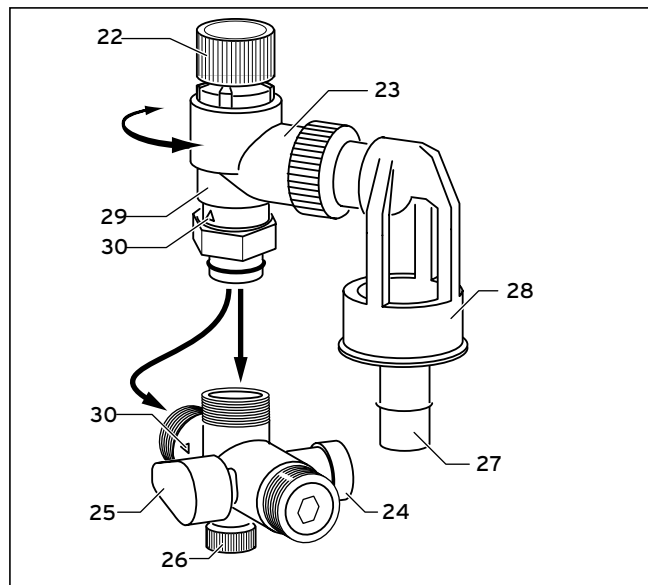

Fig. 4.5 Gruppo di sicurezza (15)
Una volta all'anno e in occasione della messa in servizio, controllare il funzionamento della valvola di sicurezza (29, vedere fig. 4.5):
- Girare la manopola di aerazione (22, vedere fig. 4.5) nel senso della freccia riportata sulla manopola. Nell'imbuto (28, vedere fig. 4.5) deve defluire acqua. La valvola di sicurezza (29, vedere fig. 4.5) dovrà poi essere di nuovo a tenuta.
- Chiudere il rubinetto d'intercettazione (25, vedere fig. 4.5).
- Svitare il tappo di controllo (24, vedere fig. 4.5).
- In occasione della messa in servizio, aprire completamente il rubinetto d'intercettazione (25, vedere fig. 4.5).